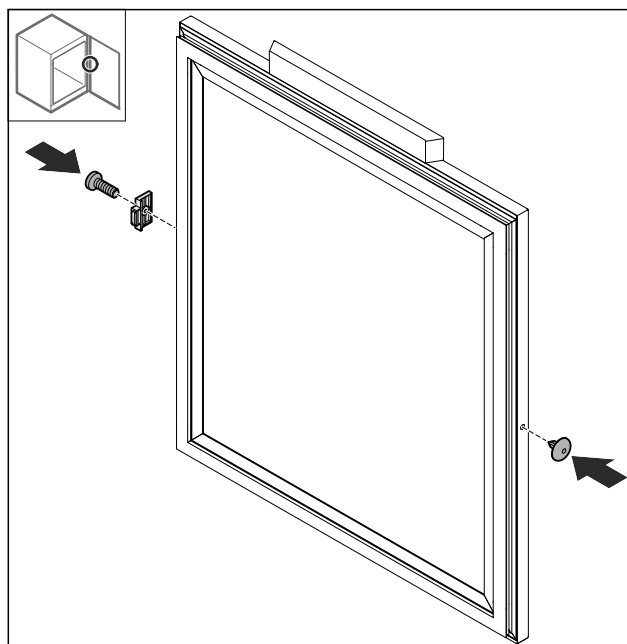

Fig. 78
- Montirajte zaustavljič vrata Fig. 78 (1) okrenut za 180° na suprotnu stranu.
- Umetnite poklopac Fig. 78 (2) na suprotnu stranu.